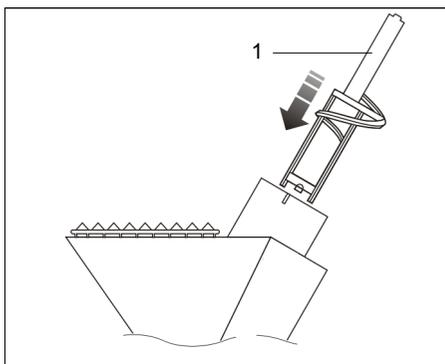

FIG.18 (Inserimento del miscelatore nella camera di miscelazione)
- 9) Inserire il miscelatore (FIG.18-Rif.1) nella camera di miscelazione e innestarlo nella cavità radiale del rotore;